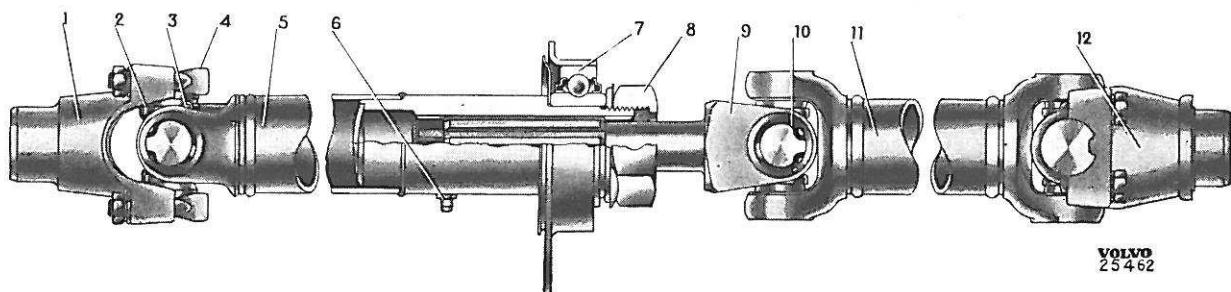
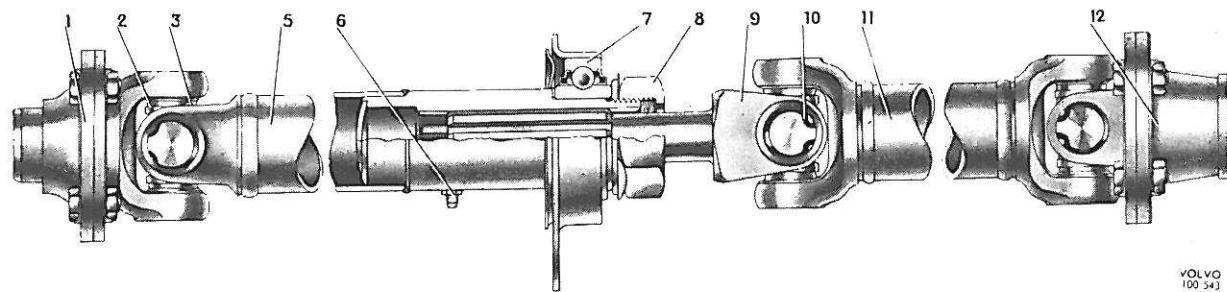

Figure 3. Arbre de transmission, type I
Figure 4. Arbre de transmission, type II
L'arbre de transmission est du type tubulaire à deux sections, voir figures 3 à 5. L'extrémité arrière du cardan avant porte une sorte de manchon cannelé. C'est à l'intérieur de ce manchon que se déplace un arbre cannelé (emmanchement coulissant), lequel porte également l'une des fourches du joint de cardan intermédiaire. Les joints de cardan avant et arrière d'ancien modèle sont montés directement dans les
fourches faisant partie intégrante des flasques d' entraînement sur la boîte de vitesses et sur le pont arrière, voir figure 3. Sur le nouveau modèle, ces joints de cardan sont munis de fourches d' entraînement, voir 5, figure 3.
1. Soulever la voiture et poser des supports solides sous l'essieu avant et le pont arrière. Enlever les colliers (4, figure 3), servant à la fixation du joint de cardan arrière sur le flasque d'entraînement côté pont arrière (12). Sur l'arbre de transmission du type II (figure 4), enlever les vis sur la bride du flasque d'entraînement après avoir déverrouillé ces vis et enlevé les écrous. Rabattre la languette de verrouillage et enlever l'écrou (8). Retirer le tube d'arbre de transmission vers l'arrière.
2. Enlever le ressort de traction s'il en existe. Sortir la bague de retenue, avec relais de transmission (7), en le retirant vers l'arrière. Extraire le roulement de la bague de retenue en se servant
Le démontage des joints de cardan des arbres de transmission d'ancien et de nouveau modèles se fait en principe de la même manière. Il convient toutefois de noter que les joints de cardan des arbres de transmission de nouveau modèle sont munis chacun de deux fourches d'entraînement desquelles il faut démonter le croisillon. Ceci concerne également le joint de cardan intermédiaire des arbres de transmission d'ancien modèle, voir figures 3 à 5.